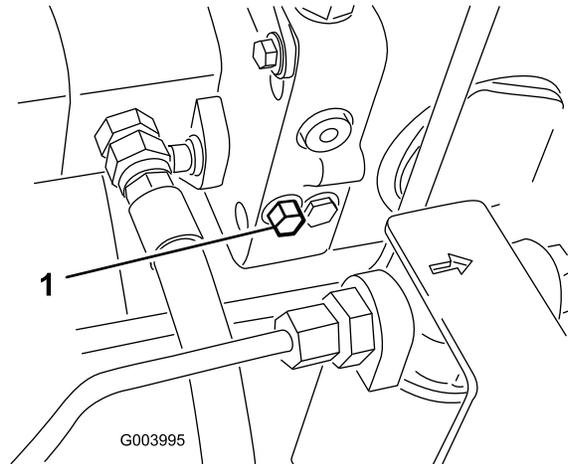

Bild 69
1. Drehen Sie die Schraube des Sicherheitsventils um eine 1½ Umdrehungen, um das Ventil zu öffnen und Öl intern abzulenken (Bild 69).